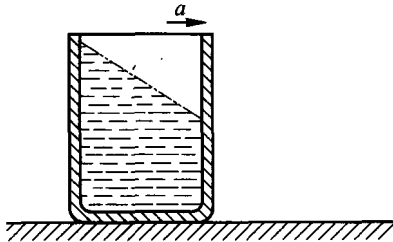

图 1-2
3. 如图 1-2 所示，装有液体的液罐以 0.65m/s^2 的等加速度作水平运动。若液罐内径 0.3m，静止时液面距罐口的距离为 0.08m，试问液罐运动时液体能否流出液罐？